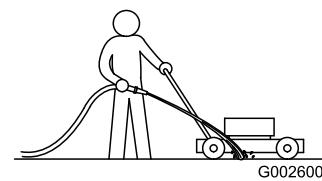

Figure 18
- Mettez le moteur en marche et engagez la lame, puis dirigez un jet d'eau devant la roue arrière droite (Figure 18).